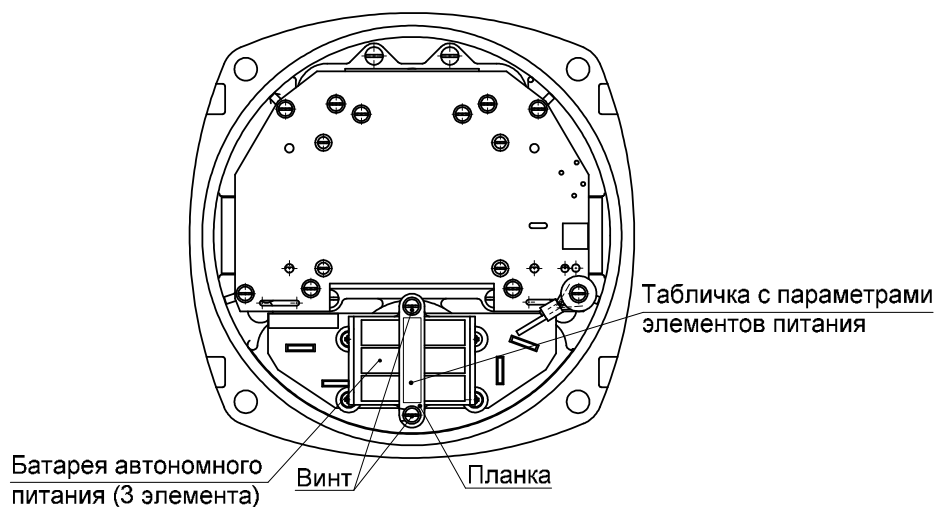

Рисунок 7 – Расположение батареи на внутренней стороне лицевой панели
- на внутренней стороне лицевой панели (рисунок 7) ослабить винты, сместить планку;